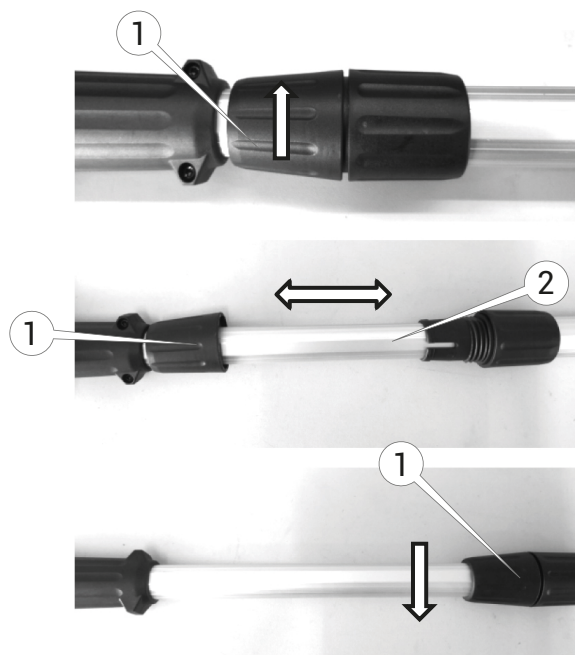

Рисунок 5. Розкладання та складання телескопічної опори.
– послабити цанговий фіксатор механізму регулювання довжини опори (1, рис. 5), повернувши його за годинниковою стрілкою;
– висунути внутрішній сегмент телескопічної опори (2, рис. 5) на необхідну довжину;
– знову затягнути цанговий фіксатор регулювання довжини опори (1, рис. 5), міцно повернувши його проти годинникової стрілки.